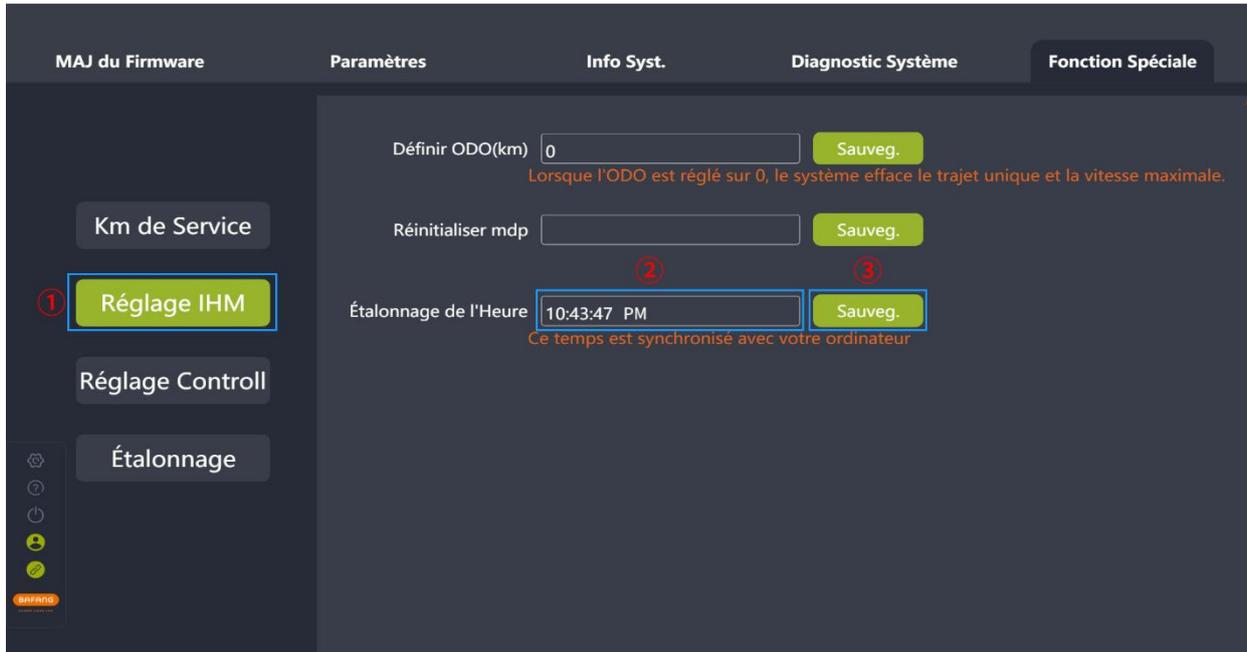

Fig. 8-6 Définir l'heure
- (1) Connectez le BESST Tool à l'IHM (si pris en charge) et sélectionnez "Réglage IHM".
- (2) L'heure actuelle de l'ordinateur s'affiche dans la zone "Étalonnage de l'Heure".
- (3) Cliquez sur "Sauveg.", et l'heure de l'IHM sera étalonnée avec succès (Fig.8-6).